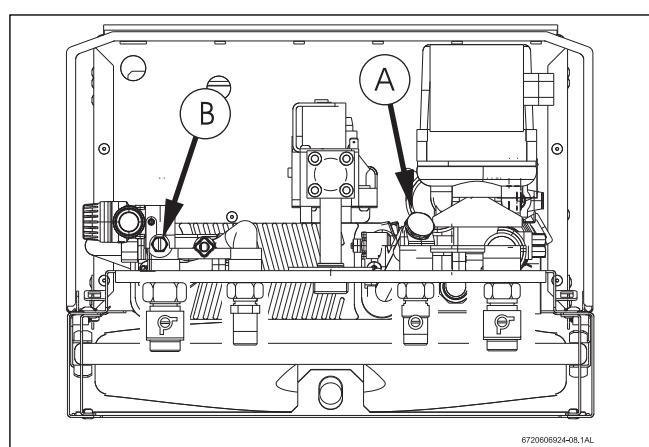

Fig. 26
- Aflojar el tapón (Fig. 26 , Pos. A).
- Desenroscar el tornillo de desagüe (Fig. 26 , Pos. B).